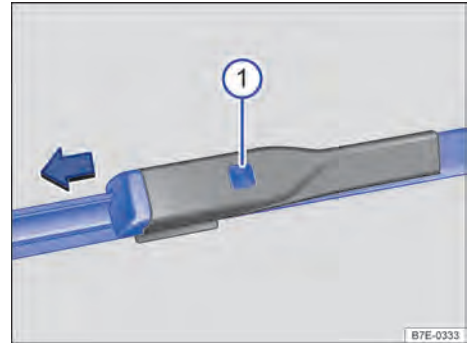

Abb. 170 An der Frontscheibe: Scheibenwischerblätter der Frontscheibe auswechseln.
① Entriegelungstaste.
3. Entriegelungstaste gedrückt halten und gleichzeitig das Scheibenwischerblatt in Pfeilrichtung abziehen → Abb. 170 ①.